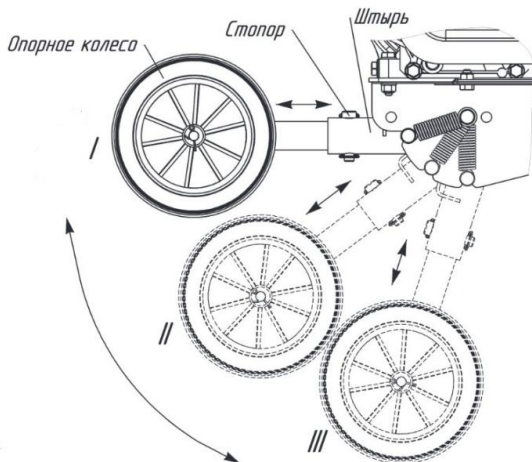

Рис. 5. Регулировка опорного колеса.
Опорное колесо (рис. 5) имеет возможность регулировки в трех рабочих положениях:
9. **Допускается использовать только стопора, входящие в комплектацию МБ** (рис.5).